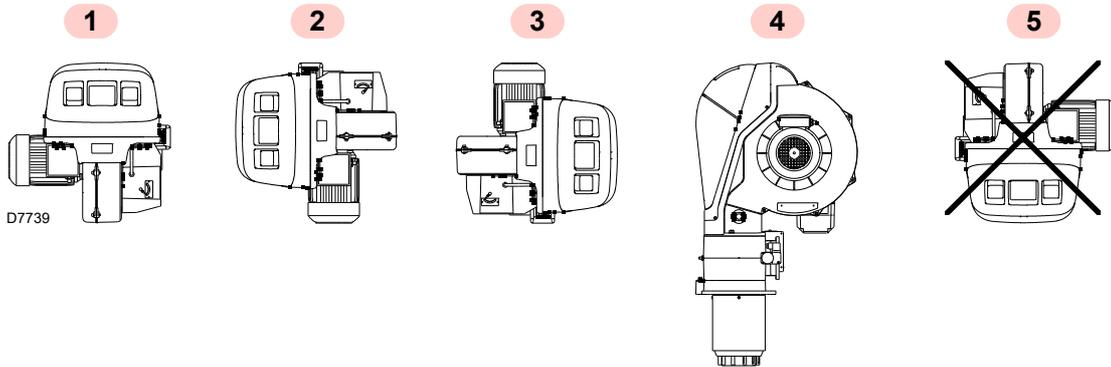

Abb. 13
- Der Brenner kann ausschließlich in den Stellungen **1, 2, 3** und **4** Abb. 13 betrieben werden.